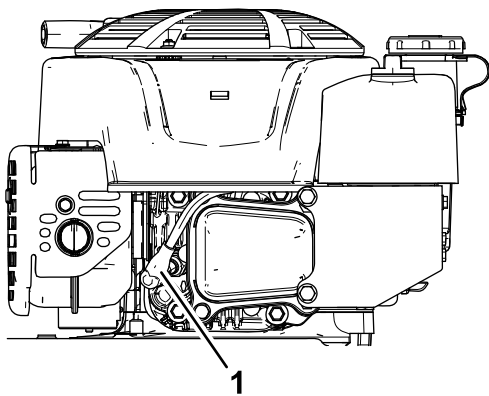

Figura 27
2. Desconecte el cable de la bujía (Figura 27).